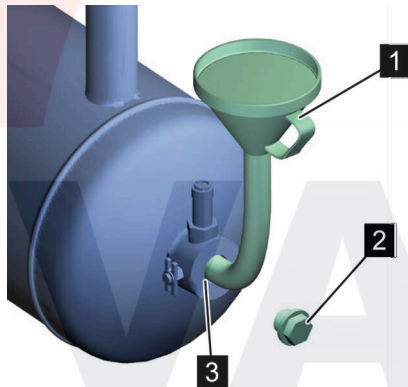

Рис. 36: Заливной штуцер
6. При помощи воронки (Рис. 36/1) залейте охлаждающую жидкость до заливной кромки заливного штуцера (Рис. 36/3).
8. Вставьте резьбовую пробку наливного отверстия (Рис. 36/2) и затяните ее ☞ Приложение В «Моменты затяжки винтов» на странице 133.